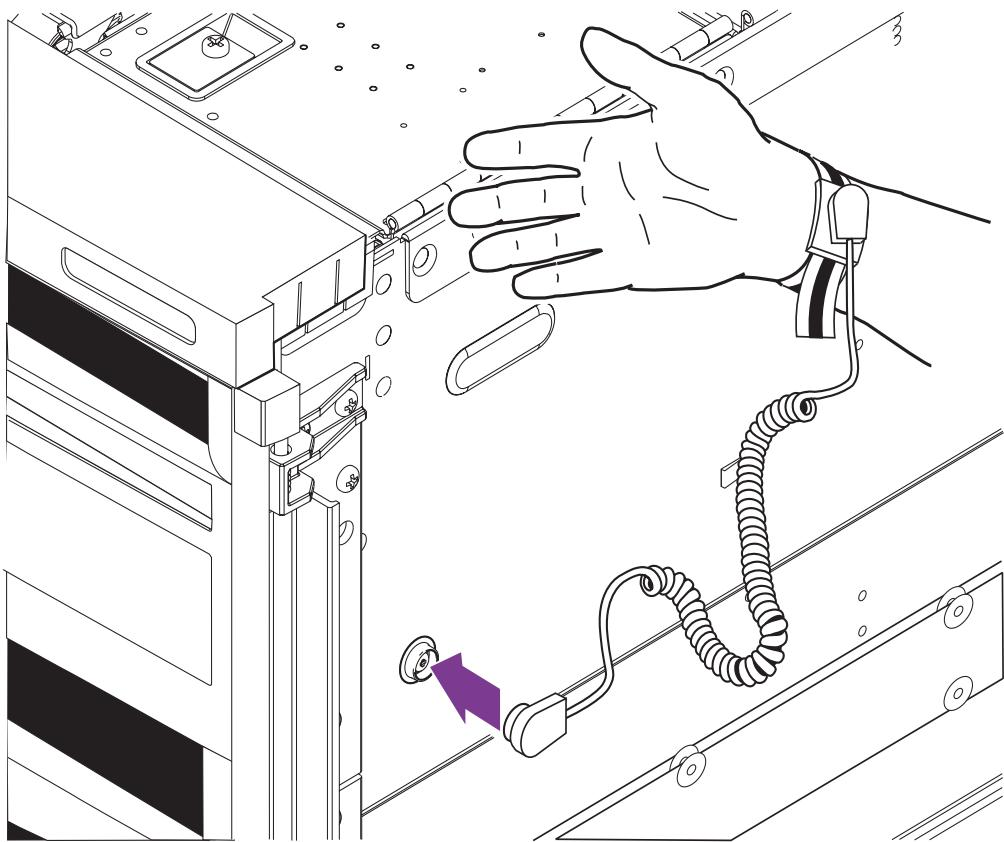
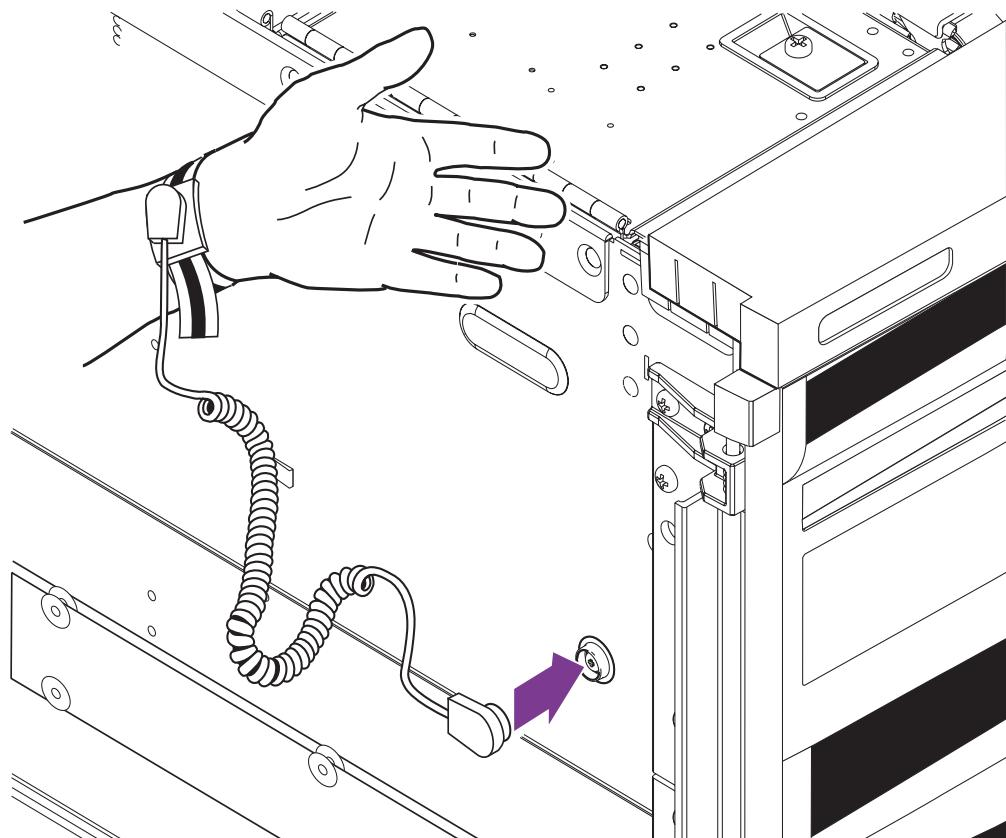

FIGURE 2 Fixation du bracelet – Côté droit
FIGURE 3 Fixation du bracelet antistatique – Côté gauche
- Pour fixer le bracelet antistatique au châssis, reliez le bracelet comme indiqué à la FIGURE 2 ou FIGURE 3.